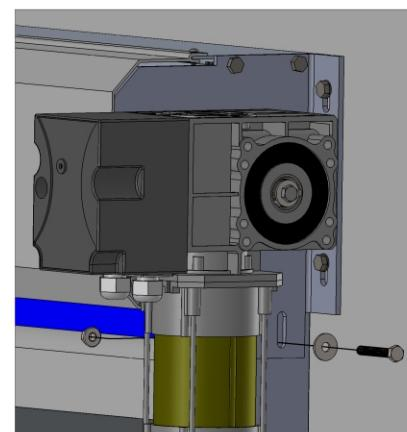

Figura 9: Fixação das guias verticais à máquina
- Para baixar a tela utilizar a manivela do motor (figura 9). Se necessário utilizar o desbloqueador manual (figura10).